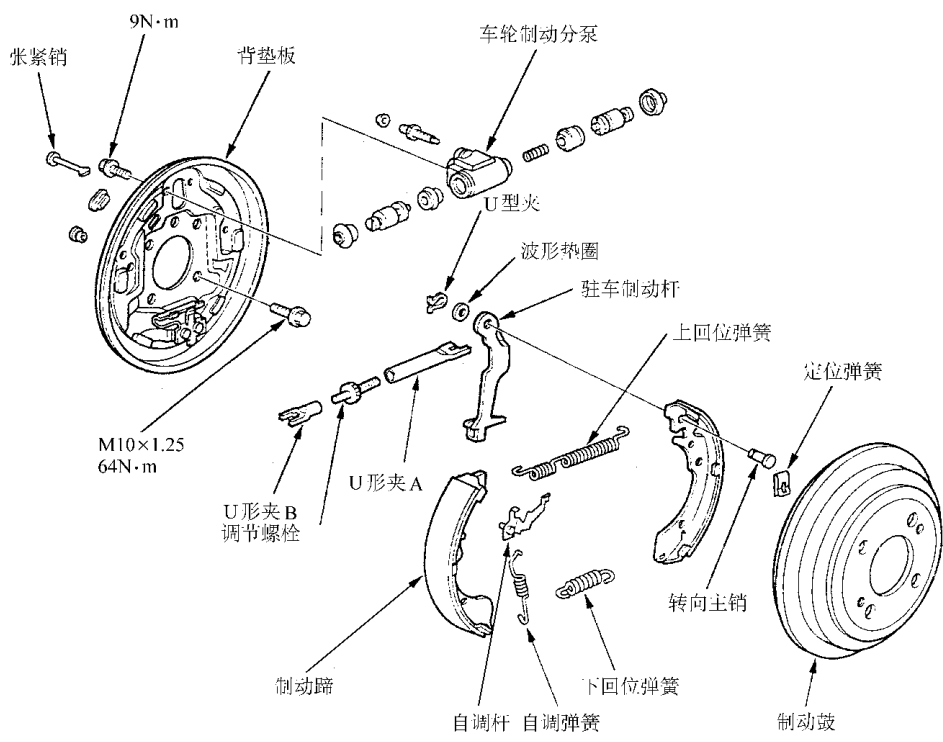

图 8-41 后轮鼓式制动器分解
2) 松开驻车制动器，按分解图 8-41 所示，拆卸后轮制动鼓、制动蹄、驻车制动杆、车轮制动分泵背衬板等部件。